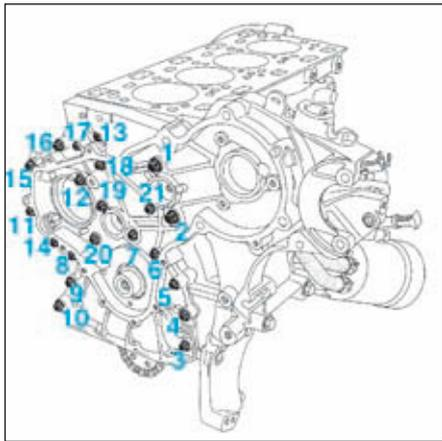

FIG.68
- Reposer le carter intérieure de distribution en respectant l'ordre de serrage suivant (Fig.68) :